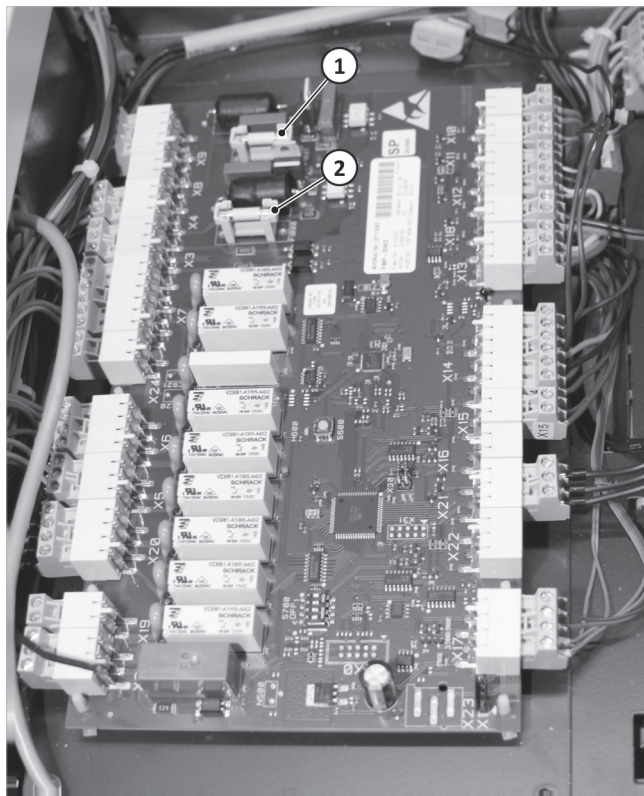

Abb. 176: Sicherungen auf der Hauptplatine
Auf der Hauptplatine, vgl. → Abb. 176, befinden sich ebenfalls zwei Sicherungen. Um die Sicherungen zu wechseln muss der Deckel der Hauptplatine entfernt werden:
• Heizungspumpe- oder Boilerladepumpe steckt bzw. ist defekt – Pumpe anwerfen oder reparieren. Nach Absinken der Kesselwassertemperatur unter 90 °C Verkleidungstür öffnen, Entriegelungsknopf des Sicherheitsthermostates B7.1 fest drücken, siehe → Abb.176, S.68. Tritt die Störung nach kurzer Zeit bzw. in regelmäßigen Abständen auf, bitte den Solvis-Kundendienst benachrichtigen.